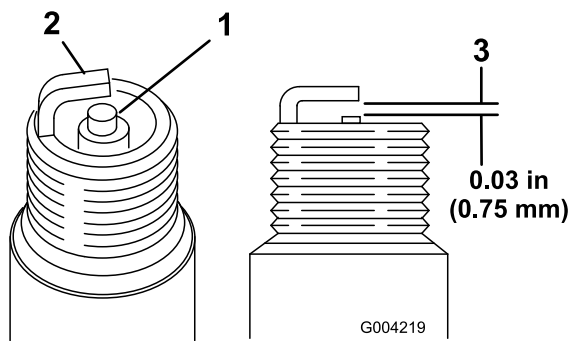

图 49
1. 查看两个火花塞的中心图 49。如果您看到绝缘体上有浅棕色或浅灰色涂层、说明发动机运行正常。如果绝缘体上的涂层为黑色、则通常意味着空气滤清器已变脏。
2. 检查中心电极与侧电极之间的间隙图 49。
3. 如果间隙不正确请弯转侧电极图 49。